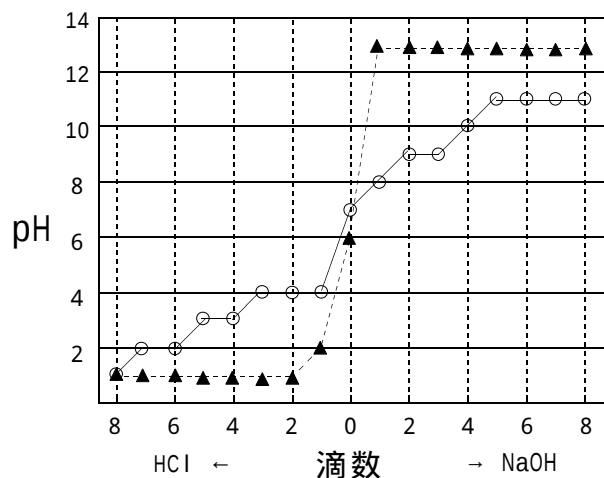

図5 アミノ酸の緩衝作用（滴定曲線）
- (1) セルプレートの隣り合った2個のセルにそれぞれ水2 μ lを加える。
- (2) 一方のセルにグリシン0.05gを加えて溶かし，もう一方のセルはそのままにしておく。
- (3) 両方のセルのpHを万能試験紙で調べ，記録する。
- (4) 両方のセルに2 mol/l HCl を点眼瓶を用いて1滴滴下し，セルプレートを軽く揺すって，pHを万能試験紙で調べ，記録する。2滴目以降も同じ操作を繰り返し，1滴ずつ8滴目まで順に行う。
- (5) 同様に，2 mol/l NaOH についても方法(1)～(4)の操作を行い，結果を記録し比較する。
- (6) セルプレートの隣り合った2個のセルにそれぞれ食酢5 μ lを加える。
- (7) 一方のセルにグリシン0.1gを加えて溶かし，もう一方のセルはそのままにしておく。
- (8) 両方のセルのpHを万能試験紙で調べ，記録する（図5）。